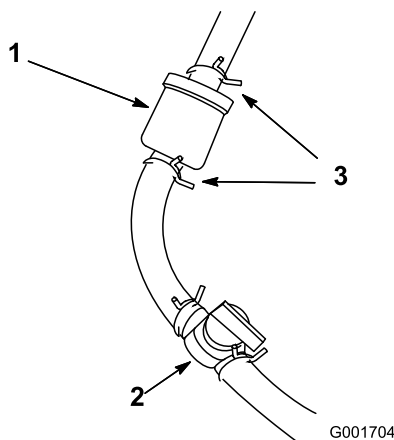

Figura 45
1. Cierre la válvula de cierre del combustible (Figura 45).
2. Coloque un recipiente debajo del filtro, afloje la abrazadera en el lado del carburador del filtro y retire el tubo de combustible del filtro (Figura 45).